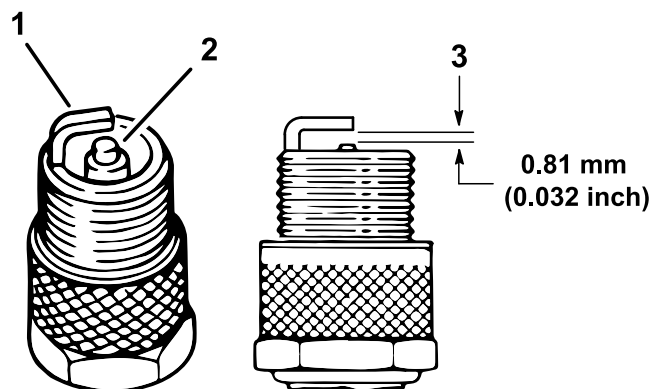

Figura 37
4. Verifique o estado dos eléctrodos lateral e central, bem como do isolante do eléctrodo central, certificando-se de que não se encontram danificados (Figura 37).
5. Ajuste a folga existente entre a zona central e lateral do eléctrodo para 0,81 mm, como se mostra na Figura 37.